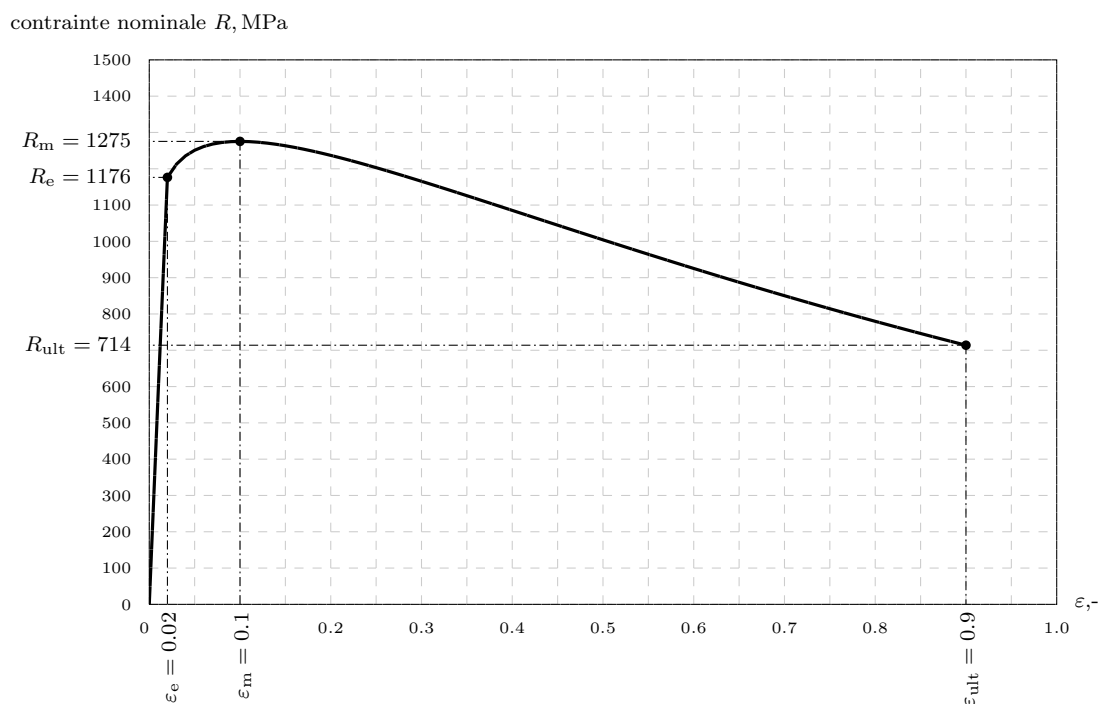

FIGURE 1 – Courbe de traction du matériau dans lequel l'échantillon est fabriqué
L'acier qui vous est livré est caractérisé par la courbe de traction donnée à la Fig. 1.
- Pouvez-vous calculer la valeur exacte du module d'Young du matériau, avec les informations disponibles sur la Fig. 1 ? Si oui faites-le, sinon estimez sa valeur en donnant une marge d'erreur.